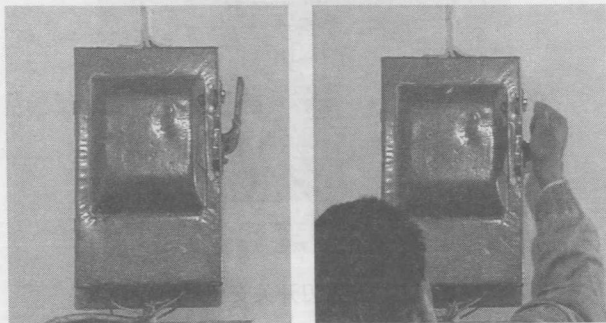

图1-4 铁壳开关的安装
2) 铁壳开关必须垂直安装，离地面的高度不低于1.3~1.5m，并以操作方便和安全为原则，如图1-4所示。